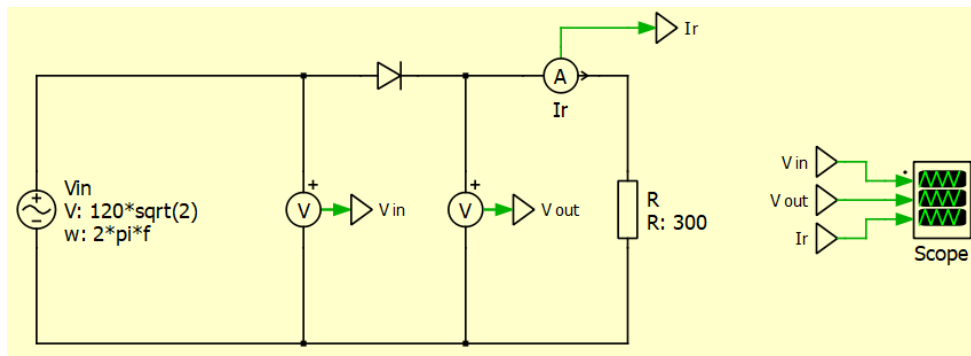
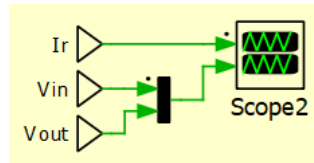

Figura 2 - Circuito elétrico da montagem retificadora monofásica de meia onda.
Figura 9 - Unificar várias medidas no mesmo gráfico.
O circuito usado neste trabalho é o retificador monofásico de meia onda que se apresenta na Figura 2. O circuito é constituído por uma fonte sinusoidal alternada ( $V_{in}$  com valor de pico  $120\sqrt{2}$  - 50 Hz), um díodo ideal e uma resistência ( $R$  de  $300 \Omega$ ).
A parte I deste guião pretende introduzir a ferramenta de simulação PLECS e rever conceitos de circuitos em corrente alternada (CA). O circuito a estudar é o retificador monofásico de meia onda que se apresenta na Figura 2.
- 9) Tal como se evidencia na Figura 2, o osciloscópio deve ser configurado para apresentar as medidas  $V_{in}$ ,  $V_{out}$  e  $I_r$ . Contudo, se pretender juntar duas ou mais medidas no mesmo gráfico do osciloscópio, deve-se utilizar o componente “*multiplexer*” (procurar na biblioteca de componentes “*Library Browser*”). A título de exemplo, ver a Figura 9.